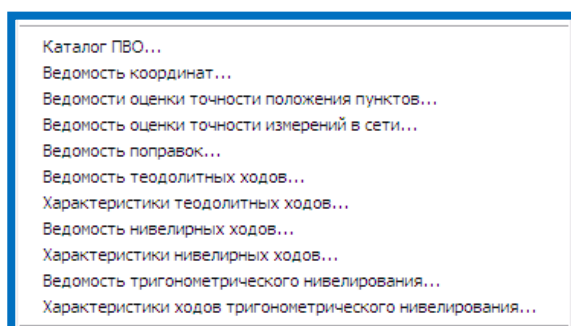

Рисунок 30 – Формируемые ведомости в Генераторе отчетов
2. Формируем и просматриваем ведомости выбором соответствующей команды в меню **Ведомости** (Рис. 30) - **каталог ПВО, ведомость координат, ведомость теодолитного хода, характеристики теодолитного хода.**